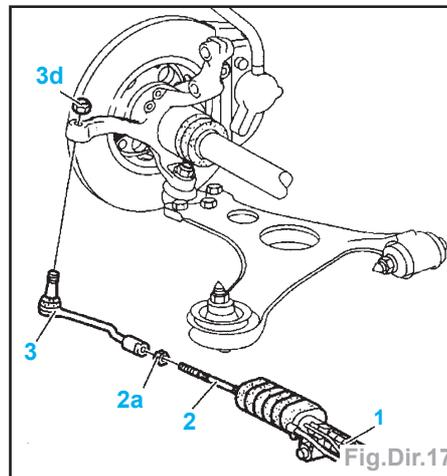

Fig.Dir.17
- Desserrer le contre-écrou (2a) (Fig.Dir.17).